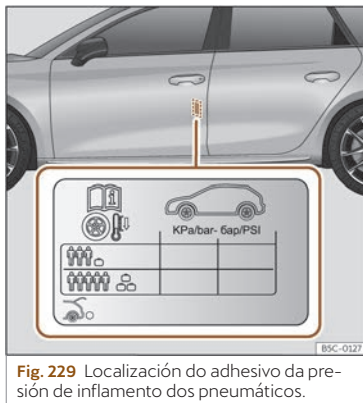

Fig. 229 Localización do adhesivo da presión de inflamento dos pneumáticos.
- Adapte a presión dos pneumáticos á carga que leva o vehículo»» fig. 229.
Os valores da presión de inflamento están indicados na etiqueta adhesiva situada na parte posterior do marco da porta dianteira esquerda»» fig. 229.
A presión dos pneumáticos débese adaptar á carga actual do vehículo. Se o vehículo vai ir cargado ao máximo, debe aumentar a presión de inflamento ao valor máximo de carga indicado na etiqueta adhesiva»» fig. 229.
No caso dunha roda de emerxencia minimizada (125/70 R16 ou 125/70 R18), inflar a 4,2 bar de presión segundo se indica na etiqueta de presión dos pneumáticos»» fig. 229.
- O condutor é responsable de que todos os pneumáticos do vehículo estean inflados á presión correcta. A presión de inflamento recomendada vén indicada nun adhesivo >>> fig. 229.
- Cos pneumáticos en frío, deberase manter sempre a presión indicada no adhesivo >>> fig. 229.